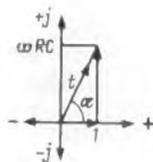
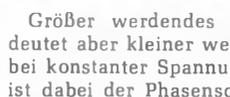

Bild 7. Grafische Darstellung des Teilverhältnisses eines Phasenschiebers nach Bild 6
Bild 9. Dreigliedriger Phasenschieber
durch j gekennzeichnet = ωRC) und zweitens frequenzabhängig ist ($\omega = 2\pi f$). Die grafische Darstellung von t ist anschaulicher. Wir tragen den Realteil in waagerechter, den Imaginärteil in senkrechter Richtung auf und erhalten in Bild 7 für bestimmte Werte R (Ω), ω (Hz) und C (F) das Teilverhältnis t als Summe von Real- und Imaginärteil. Der Realteil bleibt konstant 1. Der Imaginärteil hingegen ändert sich, wenn R , C oder ω verändert werden. Je größer wir eine dieser Komponenten machen, desto größer wird t , desto größer wird, wie man Bild 7 entnehmen kann, aber auch der Winkel α .
Wenn wir nun den Spannungsteiler nach Bild 6 so dimensionierten, daß er die Phase nicht um 90° , sondern nur um z. B. 70° dreht, dann würde U_2 nicht null, weil t nicht unendlich wird, wie man Bild 7 entnehmen kann. Allerdings muß man dann mindestens drei solcher Phasenschieber hintereinanderschalten, um die Phasenumkehr von 180° zu erhalten. Wählt man die Phasendrehung je Glied noch kleiner (macht man also t noch kleiner), so wird auch U_2 größer und damit die erforderliche Verstärkung v kleiner, das setzt dann aber vier oder mehr Glieder hintereinander voraus. Wir beschränken uns auf die dreigliedrige Kette, wie sie in Bild 9 dargestellt ist.
bzw. R_2, C_2 die Phase in unterschiedlichem Maße. In R_3, C_3 haben wir genau die Verhältnisse, wie sie in Bild 6 dargestellt wurden, und wir finden auch die Lösung für t grafisch wie in Bild 7. Für R_2, C_2 sieht es schon anders aus: Der Widerstand X aus Bild 6 setzt sich hier nämlich aus C_2 und der ihm parallelgeschalteten Reihenschaltung R_3, C_3 zusammen. Um das Verhältnis U_1/U_2 dieser Anordnung mit elementaren Mitteln zu berechnen, würde man die Reihenschaltung R_3, C_3 in eine Parallelschaltung umrechnen, und man würde die daraus erhaltene Parallelkapazität zu C_2 addieren.